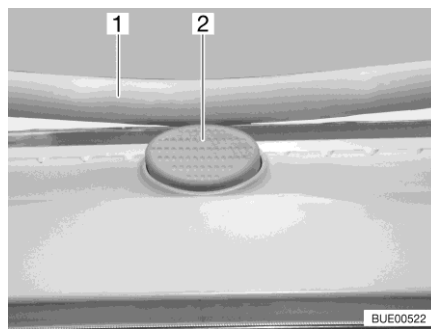

Fig. 86 Bouton de sécurité (lanterneau Heki)
- Appuyer sur le bouton de sécurité (Fig. 86,2) et tirer l'étrier (Fig. 86,1) vers le bas avec les deux mains.
- Pousser l'étrier vers le haut avec les deux mains jusqu'à ce que ce dernier se trouve au-dessus du bouton de sécurité (Fig. 86,2).